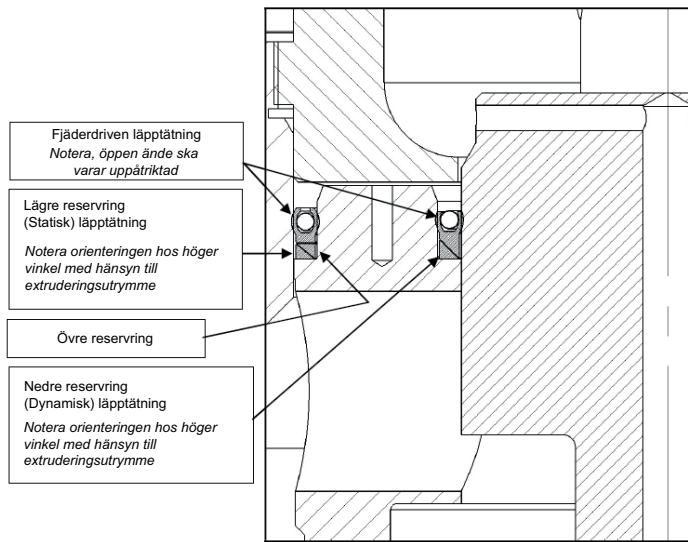

Bild 21: Orientering av dynamisk och statisk läpptätning (Balanserad)
4. Placera (den statiska) läpptätningen (B118) i fodret (B106), med riktningen som visas i bild 21.
6. Placera (den dynamiska) läpptätningen (B108) på pluggen (B112), med riktningen som visas i bild 21.